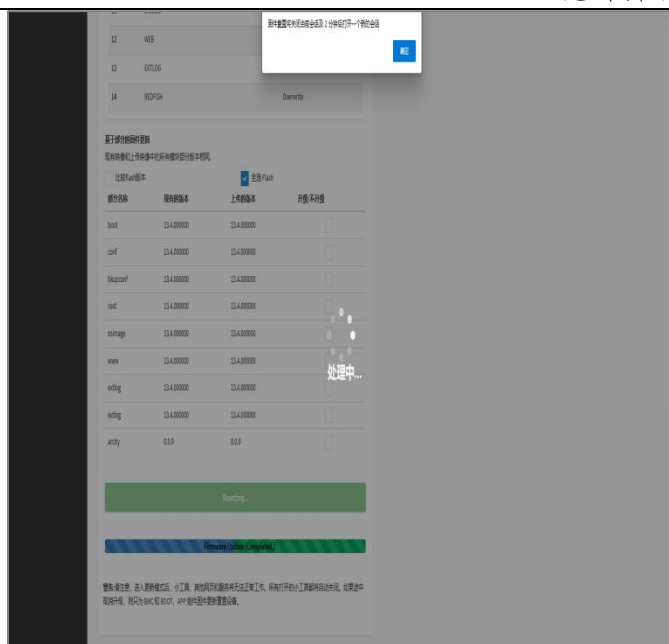

图 5.13-10：固件更新 6
5. 固件更新完毕后会重启 BMC，点击“确定”，如图 5.13-10